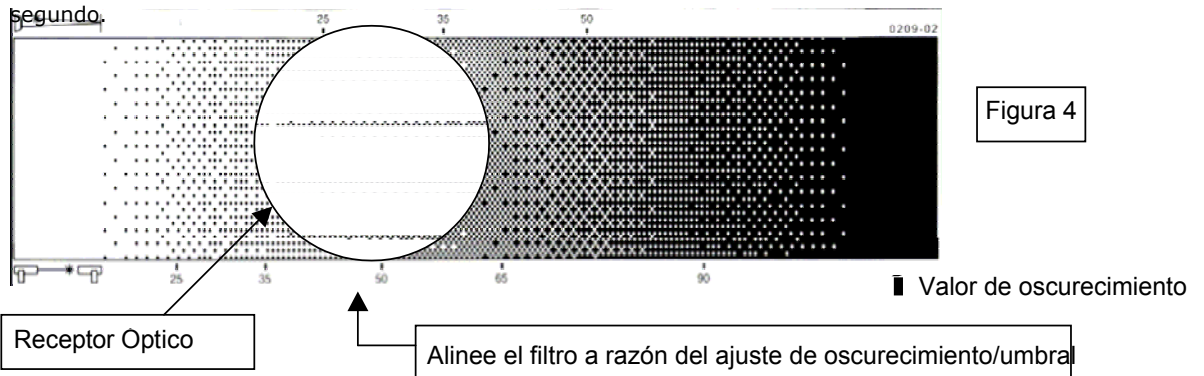

Figura 4
2. Seleccione la marca de obscurecimiento en el filtro correspondiente a la configurada en el detector (Ver figura 4).
3. Coloque el filtro sobre el Receptor con el valor correcto de obscurecimiento, si por ejemplo se ha seleccionado en el detector 35% colocar el filtro en ese valor o por encima del mismo (Ver figura 4)